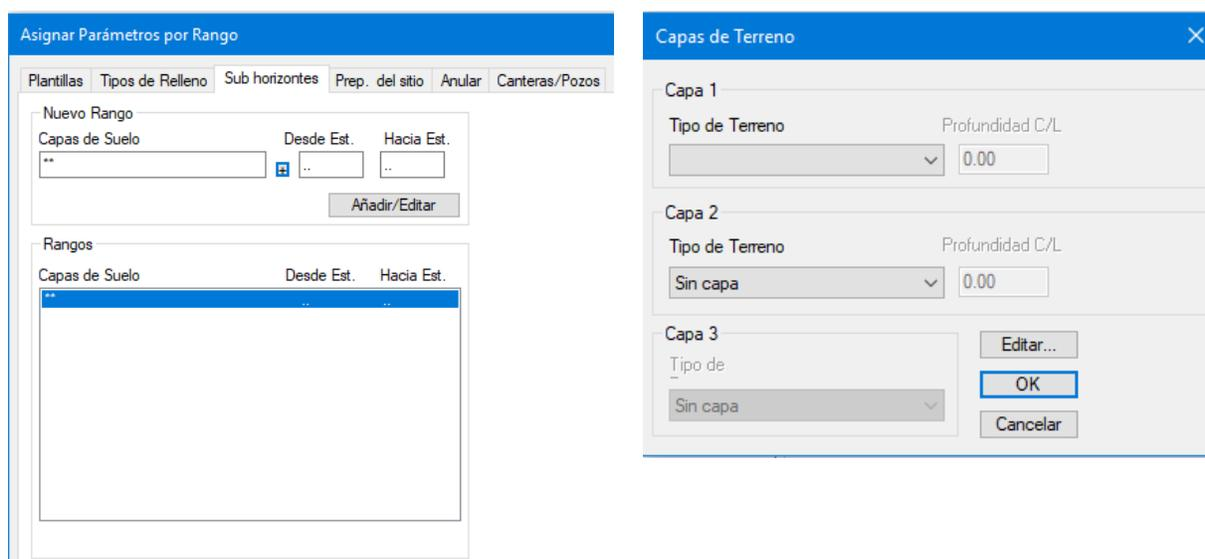

Figura 15-3: Definiendo Materiales en el Terreno Original
13. Presione el botón  al lado de *Capas de Suelo* para abrir el cajón de diálogo *Capas de Terreno*. Ver Figura 15-3:
14. Fije tres sub-surface *Layers shown above* (Figura 15-3, right-side) and set the *C/L Layer Depths*: